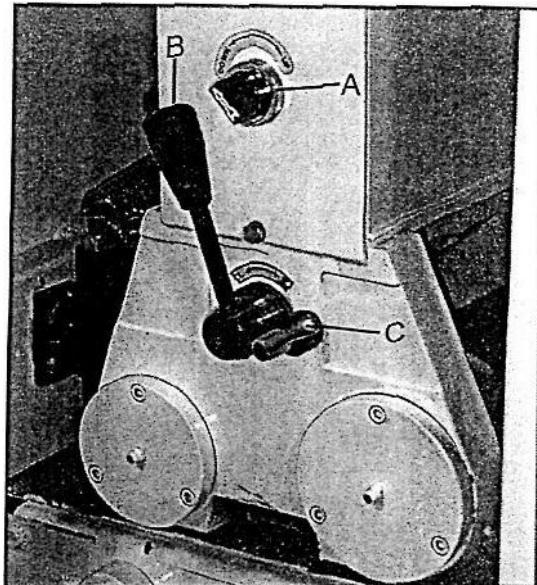

Рис. 7
4. Сделайте натяжение верхнего ролика, поворачивая переключатель (A, рис. 7) вправо.
5. Установите ручку (B, рис. 7) в желательном местоположении и зафиксируйте (C, рис. 7). Ручка перемещает по высоте плоский прижим ленты, который может работать в уровне с главным резиновым роликом для увеличения площади контакта шлифования.